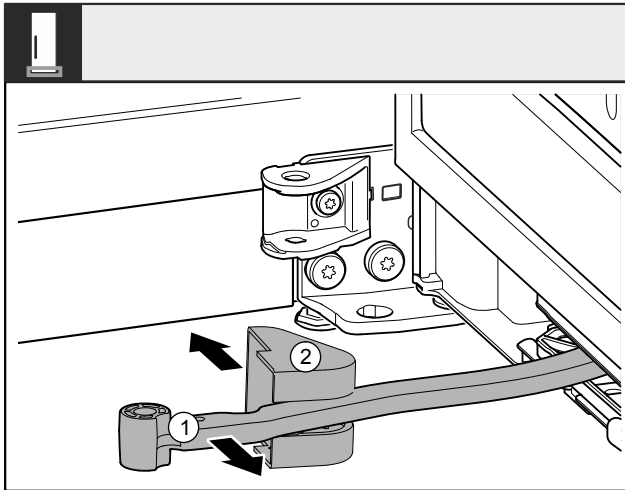

Fig. 10
- Gelenk Fig. 10 (1) in Richtung Tür drehen.
- Lagerbockabdeckung Fig. 10 (2) entfernen.